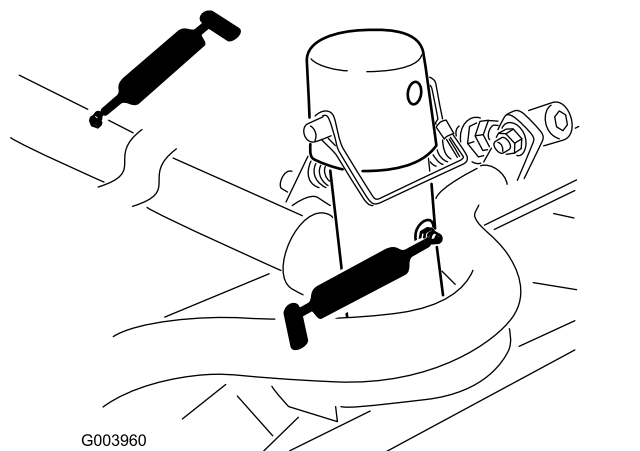

Figura 76
- Articulações do braço de elevação (1 cada) (Figura 76)
- Articulação e estrutura de transporte da unidade de corte (Figura 76)